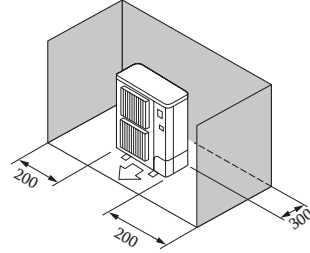

Fig. 2-5
- ③ Խոչընդոտներ հետևում և կողքերում (Fig. 2-5)